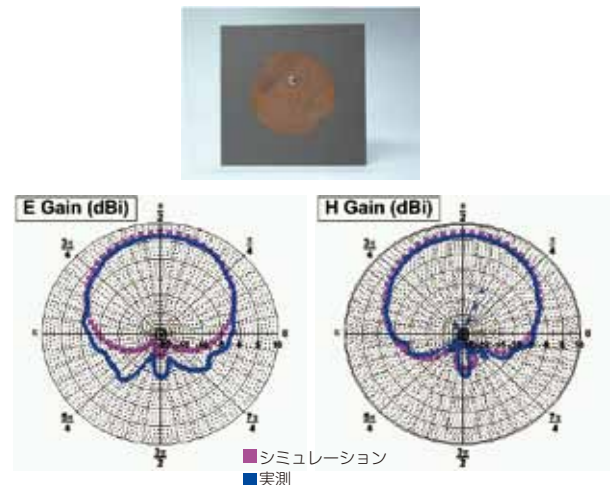

図2 パッチアンテナ (上) と放射パターン (下)
2.4 GHz 帯の円偏波パッチアンテナを電磁界シミュレータ（アジレント・テクノロジー株式会社 EMPro）で設計し、放射パターンを測定した例を図 2 に示します。この結果、設計と実測が良好に合致することが確認できました。